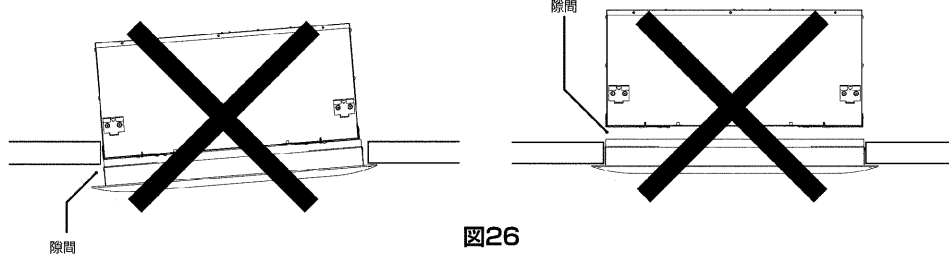

図26
- ※ユニット本体と自動昇降パネル間に隙間が出来ますと風漏れにより露付、露垂れの原因になります。また、自動昇降パネルと天井面に隙間が出来ますと、パネルの露付き、スマッシング (天井面が汚れる) の原因になります。(図26)
- (1) ユニット本体と自動昇降パネル、および自動昇降パネルと天井面に隙間のないことを確認してください。（図26）